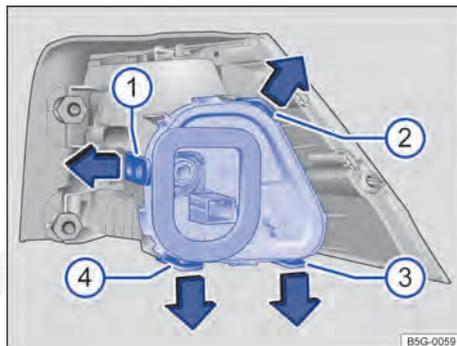

Fig. 230 Lanterna traseira na carroceria: desinstalar o suporte da lâmpada. Tiras de travamento ① bis ④.
7.	Para destravar o suporte da lâmpada, pressionar as tiras de travamento ⇒ Fig. 230 ① a ④ no sentido da seta.